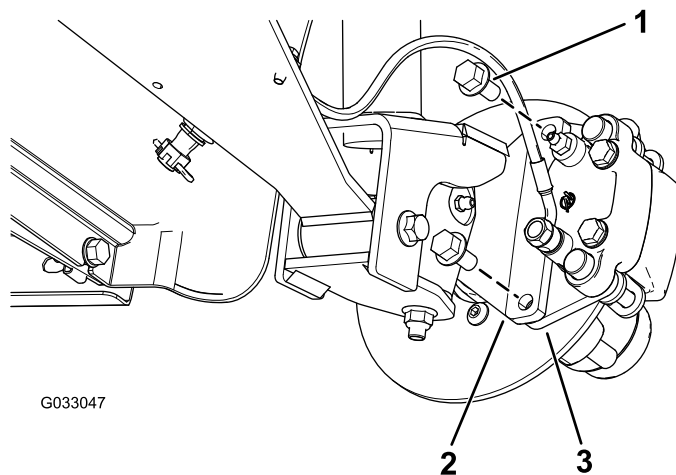

Рисунок 32
3. Выверните болты с фланцевыми головками ( $\frac{3}{8} \times \frac{3}{4}$  дюйма), которые крепят кронштейн тормоза в сборе к оси, и отделите тормоз от оси (Рисунок 32).
2. Совместите тормозные колодки с обеих сторон тормозного диска (Рисунок 32) с отверстиями в кронштейне суппорта и отверстиями в креплении тормоза на цапфе (Рисунок 36).
3. Закрепите кронштейн суппорта на цапфе (Рисунок 32) с помощью 2 болтов с фланцевыми головками ( $\frac{3}{8}$  x  $\frac{3}{4}$  дюйма).